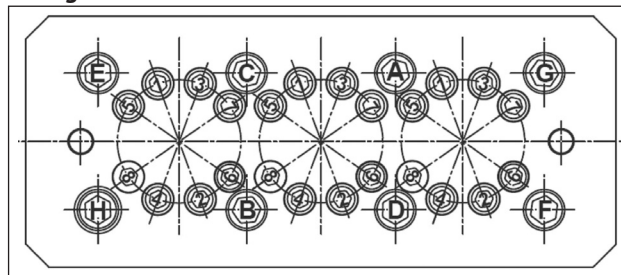

Fig. 51
- ** Les vis de fixation de la culasse doivent être serrées en respectant les phases et l'ordre indiqués sur le schéma Fig. 51.
- *** Les vis de fixation des chemises doivent être serrées en respectant les phases et l'ordre indiqués sur le schéma Fig. 51.